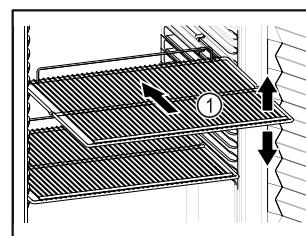

Fig. 18 Ενδεικτική απεικόνιση
- Εάν οι σχάρες Fig. 18 (1) είναι ρυθμιζόμενες, προσαρμόστε τα ανάλογα με το ύψος.